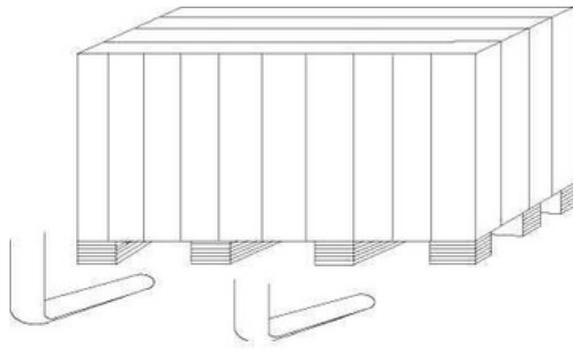

FIG3
4.1.1 Après vous être assuré que l'emballage de la machine est intact, vous pouvez déplacer l'équilibreuse jusqu'au lieu d'installation (Fig. 3). Le lieu d'installation doit respecter les exigences suivantes : température ambiante de 0 à 50 °C et humidité relative < 85 %. Le lieu d'installation doit être conforme à la Fig. 4.